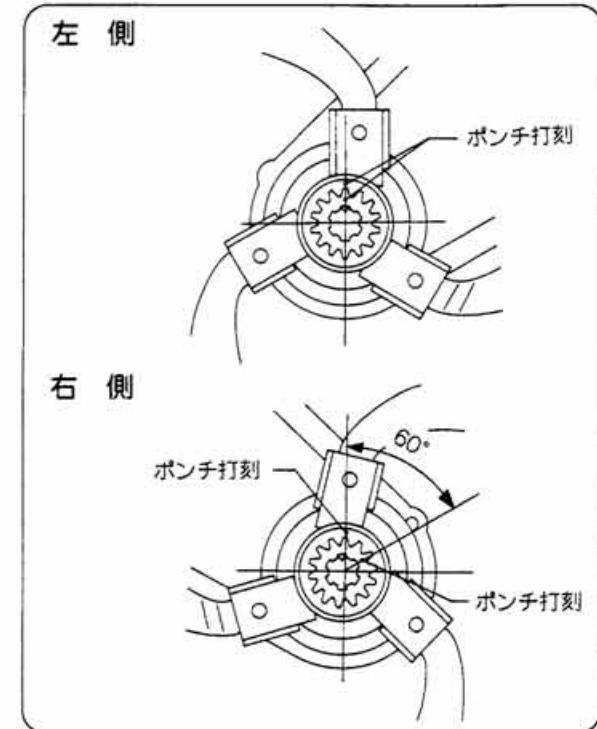

図40
- ① クロス刃受の組付は図40を参照にして組付けしてください。